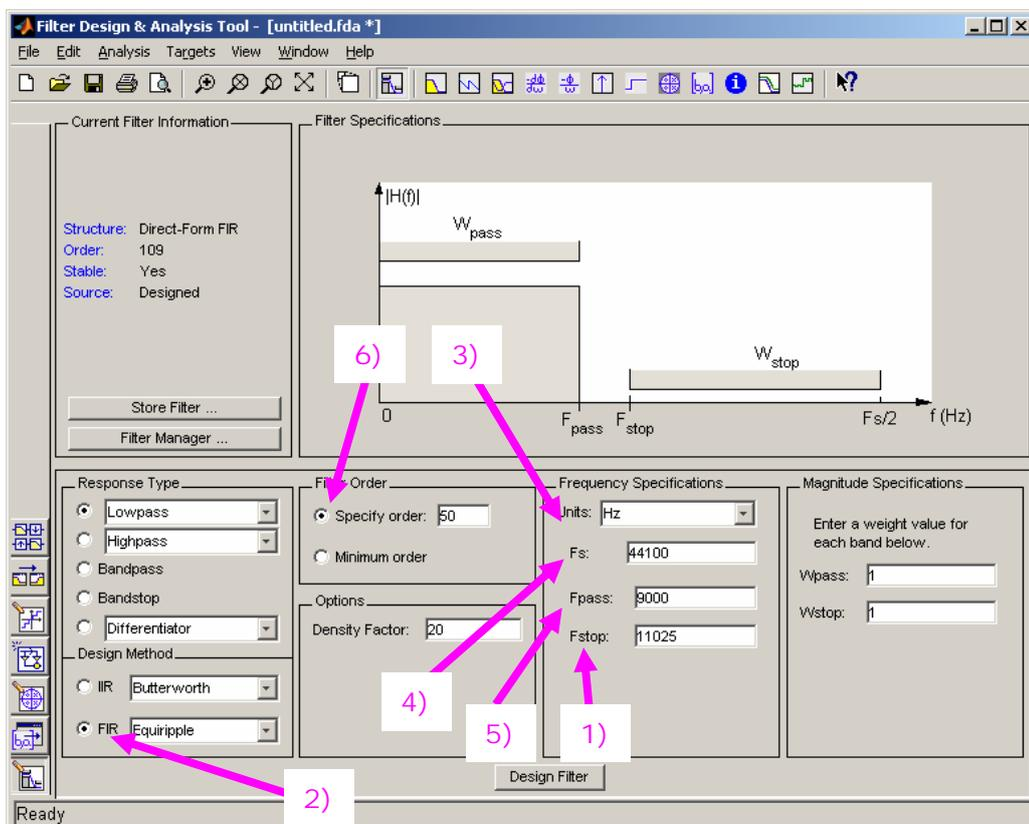

Abbildung 2: Einstellungen zum Filterentwurf mit fdatool
1. Berechnen Sie mit dem MATLAB-Werkzeug fdatool (Filter Design and Analysis Tool) ein Tiefpassfilter, das bei  $F_{\text{stop}}=11025$  kHz ( $=1/4$  Fs) (1) und darüber eine möglichst hohe Sperrdämpfung hat (Abb. 2).